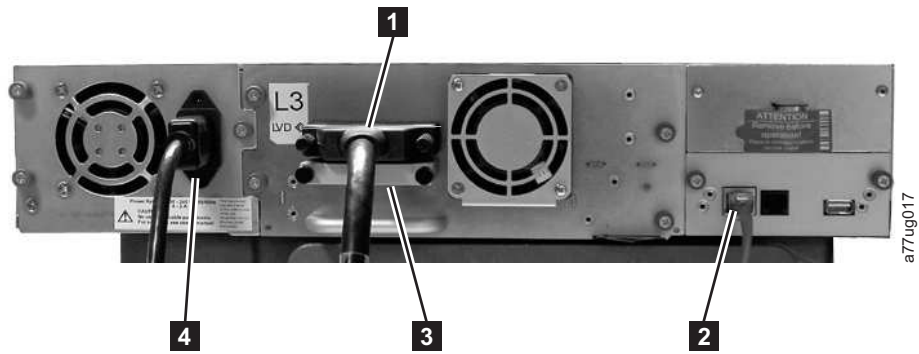
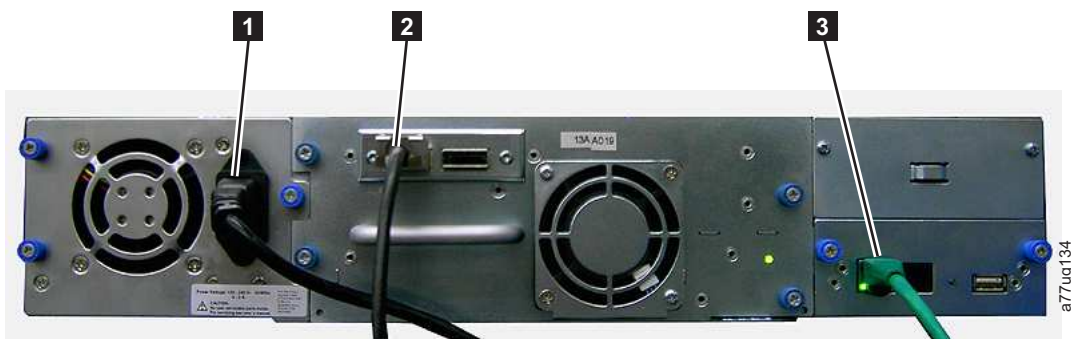

Figura 37. Conexión de un cable de interfaz de host SCSI a la biblioteca de 2U
Figura 39. Conexión de un cable de interfaz de SAS a la biblioteca de 2U
2. En el caso de una biblioteca SCSI, conecte un extremo del cable de la interfaz de host a uno de los conectores del panel posterior de la biblioteca (consulte la clave de referencia **1** en la Figura 37 en la página 53). En el caso de una biblioteca de canal de fibra, conecte un extremo del cable de la interfaz de host al conector del panel posterior de la biblioteca (consulte la clave de referencia **4** en la Figura 38 en la página 53). Para una biblioteca con SAS (Serial Attached SCSI), conecte el extremo de host del cable de SAS al HBA de SAS **2** en la Figura 39 en la página 53). Las unidades de altura completa tienen conectores SAS. Las unidades de altura media tienen un conector SAS. Los conectores SAS sin usar no tienen que finalizarse.
- En una biblioteca SCSI, conecte el cable de interfaz de host al conector del adaptador de bus de host SCSI o al conector del dispositivo anterior del bus SCSI. Si la biblioteca es el último o el único dispositivo del bus SCSI, conecte el terminador (**3** en Figura 37) al conector SCSI que queda en el
4. Conecte el cable de ethernet de red (**2** en Figura 37 en la página 53, **5** en Figura 38 en la página 53 o **3** en Figura 39 en la página 53) en el puerto de ethernet del panel trasero de la biblioteca. Si la conexión Ethernet se establece directamente con un servidor o portátil, puede que sea necesario utilizar un cable Ethernet cruzado.